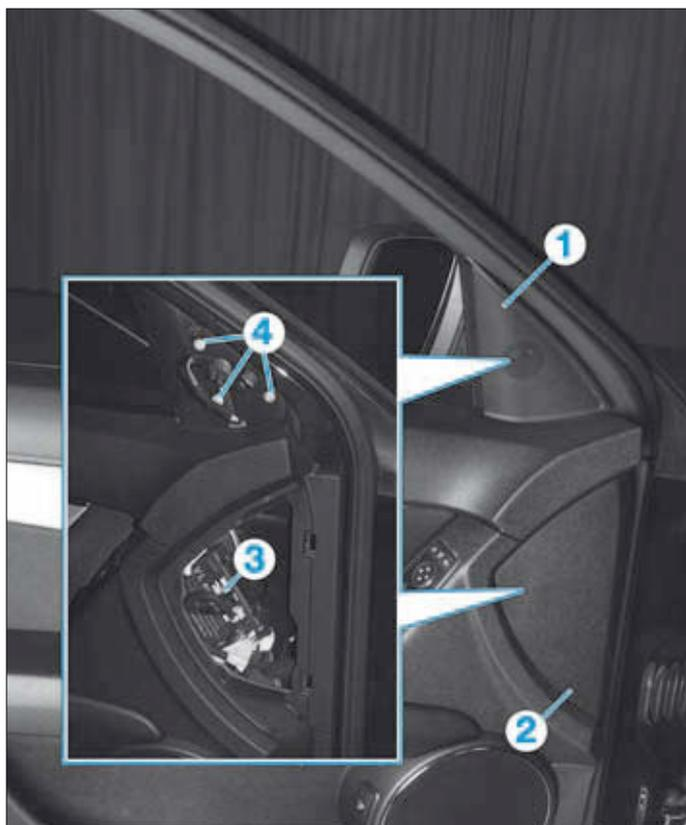

FIG. 47
- Dégrafer (Fig.47) :
- la garniture d'angle de rétroviseur (1),
- la garniture (2).
- Débrancher le connecteur (3).
- les vis (4),